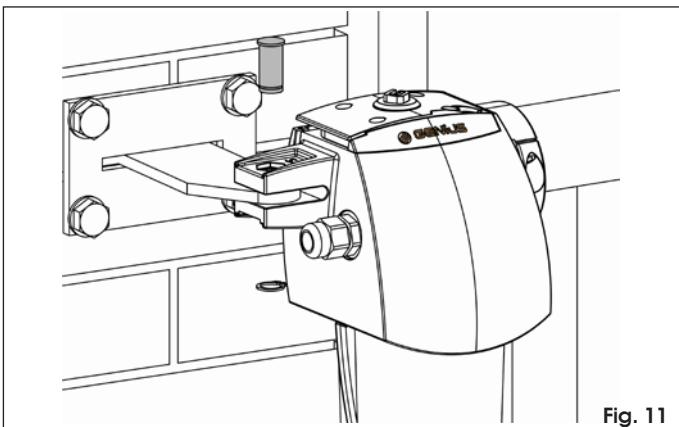

Fig. 11
2. Fixer l'opérateur à la patte postérieure qu'on vient de fixer avec les axes et les anneaux élastiques fournis (Fig. 11).